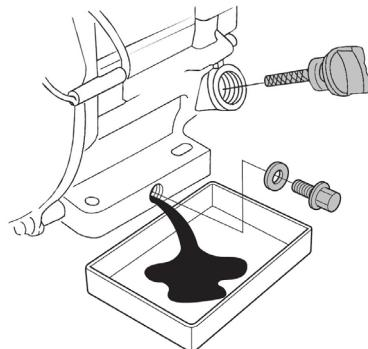

Рис. 9 Замена моторного масла
3. Извлеките крышку-щуп (Рис. 9) из маслозаливной горловины.
- Открутите (Рис. 9) сливной болт и слейте отработанное масло в подготовленную для этого емкость.